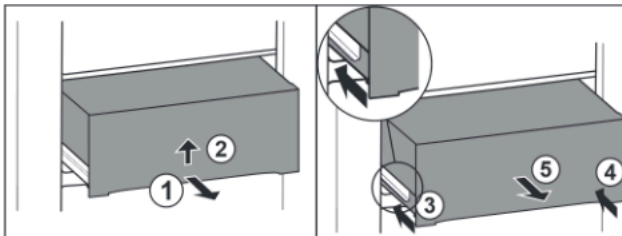

Fig. 33
- ▶ Estrarre il cassetto a metà. Fig. 33 (1)
- ▶ Sollevare il cassetto nella parte inferiore. Fig. 33 (2)
- ▶ Inserire la guida sinistra. Fig. 33 (3)
- ▶ Inserire la guida destra. Fig. 33 (4)
- ▶ Rimuovere il cassetto tirandolo in avanti. Fig. 33 (5)